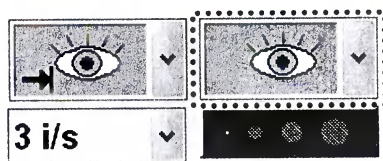

Рисунок 84
9.5.2.2.2 Выберите соответствующий режим (см. рисунок 84).